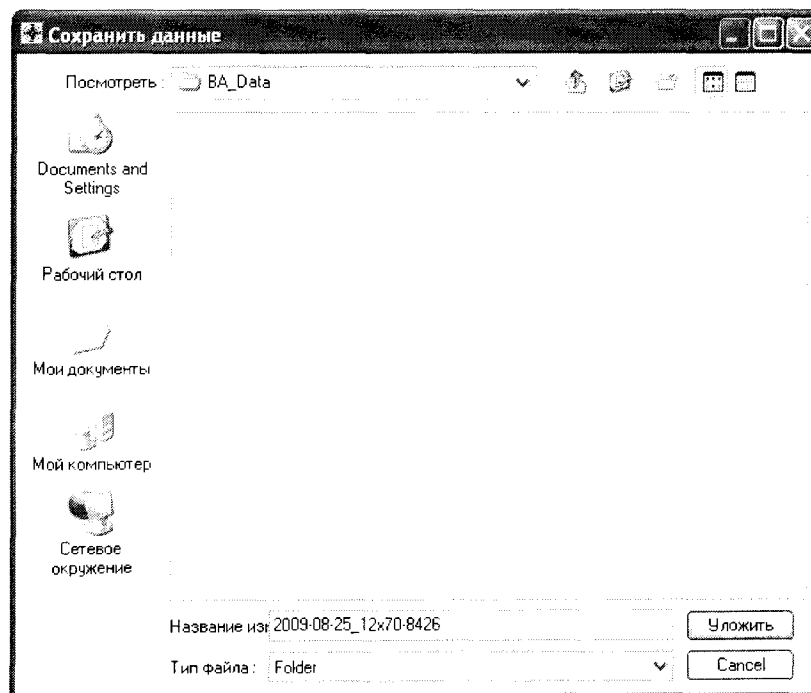

Рис. 4 Панель «Сохранить данные»
7.3.4.22 Закрыть панель «Баллистический анализатор», нажатием кнопки  в панели «Баллистический анализатор» (красная кнопка в правом верхнем углу панели). Отобразится панель «Сохранить данные», смотри Рис. 4